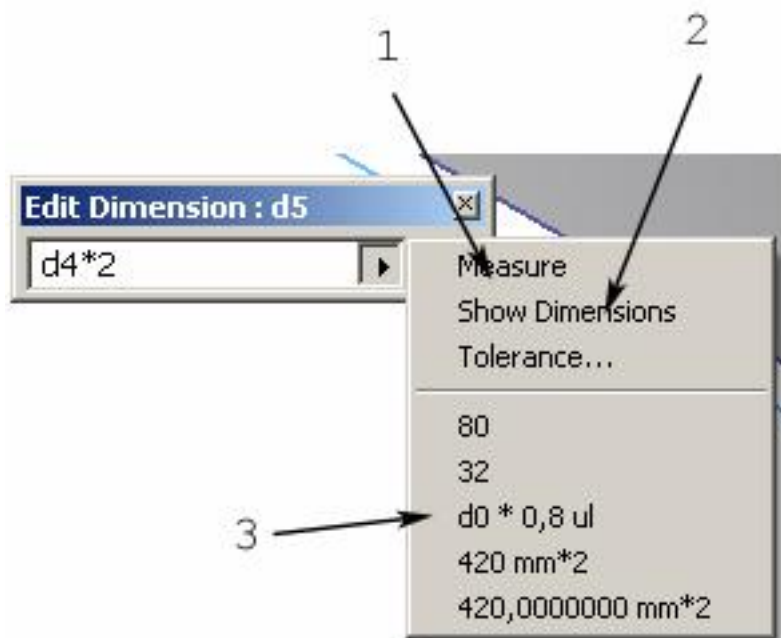

Рис. 25
Дополнительно существует возможность измерить размер элемента модели или сборки (1), показать для выбора размеры интересующего разработчика элемента (2), использовать одно из введенных ранее выражений или значений размеров (3), как показано на Рис. 25